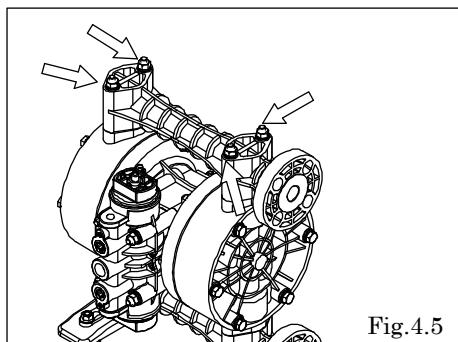

Fig.4.5
- ・タイロッド上部のナット4か所を外し、アウトマニホールドを取り外す。[Fig.4.5]